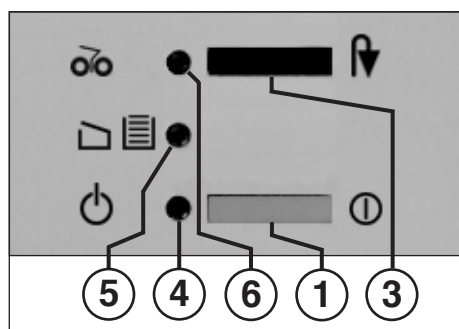

Abb. 1
#### 1 = Druckschalter (Abb. 1)
#### 3 = Druckschalter (Abb. 1)
#### 4 = Kontroll-Anzeige (Abb. 1)
#### 5 = Kontroll-Anzeige (Abb. 1)
#### 6 = Kontroll-Anzeige (Abb. 1)
- Maschine am Druckschalter (1) (Abb. 1) einschalten. Die Kontroll-Anzeige (4) (Abb. 1) leuchtet auf.
Ist der Auffangbeutel gefüllt, schaltet die Maschine ab. Die Kontroll-Anzeige „Behälter voll“ / „Tür offen“ (5) (Abb. 1) **blinkt**. Zum Zeichen des gestoppten Schneidwerks leuchtet gleichzeitig die Kontroll-Anzeige „Papierstau“ / „Stopp“ (6) auf.
- Schieberahmen mit Auffangbeutel einschieben und Tür schließen. Die Kontroll-Anzeige (5) (Abb. 1) erlischt.
- Druckschalter „Rückwärtslauf“ / „Stopp“ (3) kurz betätigen. Das Schneidwerk zerkleinert den im Zuführschacht verbliebenen Rest und schaltet dann ab. Die Kontroll-Anzeige (6) erlischt. Die weitere Zerkleinerung kann nun fortgesetzt werden.
- Die Kontroll-Anzeige (6) (Abb. 1) leuchtet auf.
- Druckschalter „Rückwärtslauf“ / „Stopp“ (3) **dauerhaft** betätigen und gleichzeitig das zurückgeführte Schriftgut aus der Maschine nehmen.
- Nach der Entnahme läuft das Schneidwerk automatisch vorwärts, zerkleinert den im Zuführschacht verbliebenen Rest und schaltet dann ab. Die Kontroll-Anzeige (6) (Abb. 1) erlischt.
**Hinweis:** Ist eine Entnahme nicht möglich, muss erneut der Druckschalter „Rückwärtslauf“ / „Stopp“ (3) kurz betätigt werden. Das Schneidwerk wiederholt jetzt den zuvor beschriebenen Vorgang automatisch so oft, bis der im Schneidwerk verbliebene Papierrest durchgelaufen ist.
Sollte der Motor überfordert werden, so schaltet er ab. Schalten Sie das Gerät am Druckschalter (1) (Abb. 1) aus.